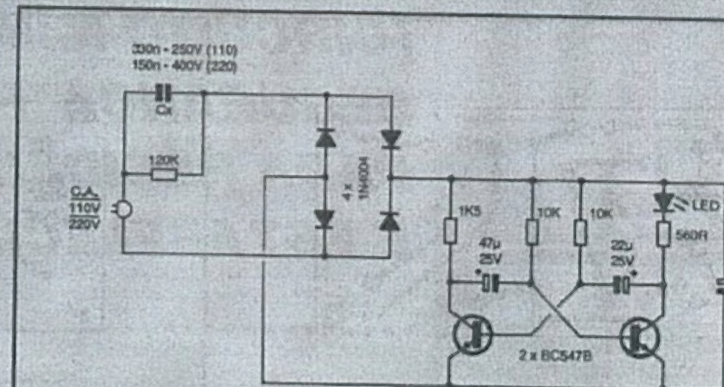

Fig.1
- FIG. 1 - DIAGRAMA ESQUEMÁTICO DO CIRCUITO - O "miolo" eletrônico da câmara falsa, obviamente não contém complexos circuitos de vídeo...! Apenas um despretenhoso FLIP-FLOP transistorizado, um mero ASTÁVEL baseado em dois BC547B, ambos polarizados em base por resistores de 10K, e com o mútuo acoplamento (da base de um para o coletor de outro, e vice-versa...) feito pelos capacitores eletrolíticos de 47u e 22u (essa desproporção entre os ditos capacitores permite um ciclo ativo "estreito", não simétrico, garantindo um consumo médio de energia muito baixo no circuito, a despeito da boa luminosidade imprimida ao único LED controlado...). O transistor da esquerda, no diagrama, tem como carga de coletor um simples resistor de 1K5... Já o da direita comanda o LED, via resistor limitador de 560R... Com os valores R e C envolvidos, a Frequência final de "piscagem" do LED fica entre 2,5Hz e 3Hz, um ritmo bastante apropriado para "chamar a
- FIG. 1 - DIAGRAMA ESQUEMÁTICO DO CIRCUITO - Todo o "trabalho pesado" (coisa que político *não gosta*...) é feito por um único Integrado amplificador de áudio, código TDA2005 (ou LM2005 podendo, dependendo do fabricante, ter as "letras iniciais" ainda em outras configurações, mas sempre seguidas do código numérico "2005"...), que contém, na verdade, *dois* amplificadores independentes... Estes podem ser arranjados num sistema realmente duplo, para a confecção de um módulo *estéreo* ou (como é o caso na CAPEM...) circuitados em *ponte*, com o que se obtém (com o auxílio de pouquíssimos componentes passivos externos, capacitores e resistores...) um poderoso amplificador *mono*! Esse Integrado foi especialmente desenvolvido para aplicações automotivas, com o que a alimentação de 12 VCC é, para ele, algo absolutamente "natural", facilitando ainda mais as coisas... Além disso, como a estrutura de cada um dos amplificadores internos do 2005 é parecida com a de um Operacional "clássico", com o "velho" 741 (apenas que para uma Potência de Saida *muito* mais "brava"...), basta "cruzar" convenientemente suas Entradas Inversoras e Não Inverso-